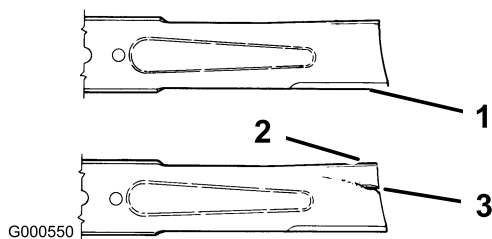

Figura 35
2. Controllate i taglienti (Figura 35). Se i taglienti non sono affilati o presentano intaccature, togliete la lama ed affilatela; vedere Affilatura della lama.
3. Controllate la lama, in particolare l'area curva (Figura 35). In caso di danni, usura o scanalature nell'area (Figura 35), montate immediatamente una nuova lama.